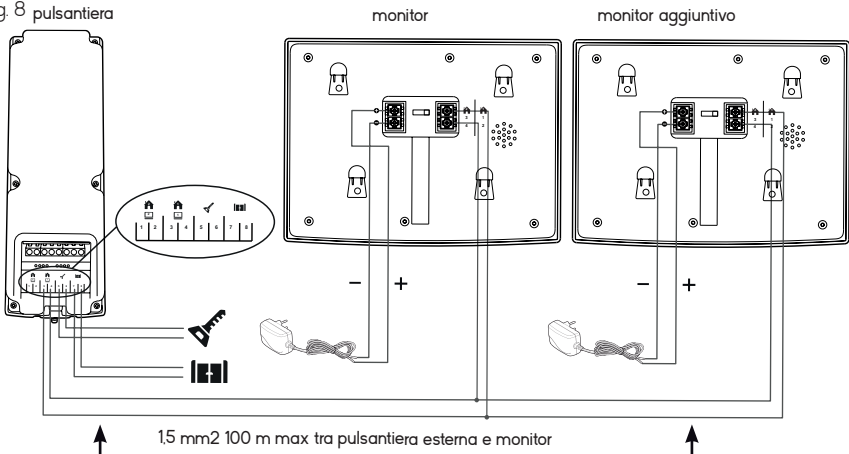

Fig. 9
- **Fig. 9:** 2 famiglie - 1 monitor ciascuna (2 monitor in totale)